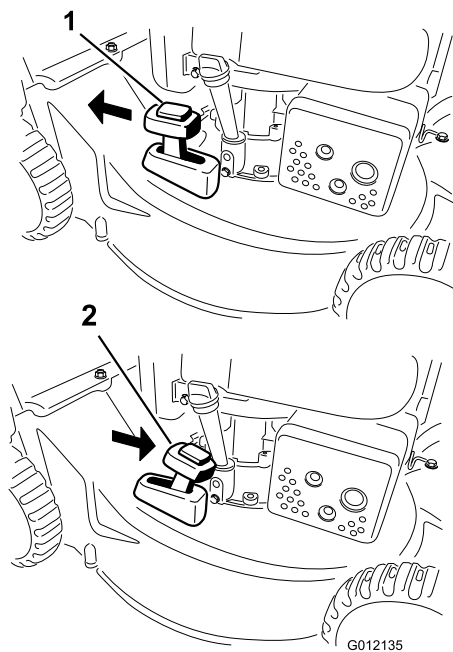

Рисунок 18
2. Установите травосборник (см. раздел Демонтаж травосборника (страница 13)) и переведите рычаг включения сбора в травосборник в положение режима **Сбор в травосборник** (только модель 20836), как показано на Рисунок 18.
Для утилизации скошенной травы переведите рычаг включения сбора в травосборник в режим **Утилизация** (Рисунок 18).
Примечание: Если травосборник находится на машине, снимите его, прежде чем осуществлять задний выброс скошенной травы; см. раздел Демонтаж травосборника \(страница 13\). Рычаг включения сбора травы в травосборник должен быть в положении режима **Сбор в травосборник** (только модель 20836), как показано на Рисунок 18.